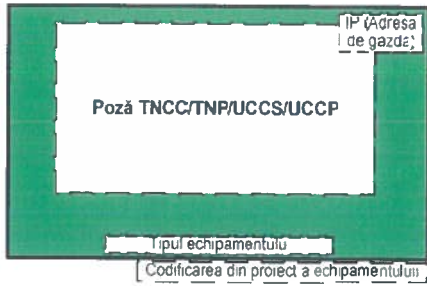
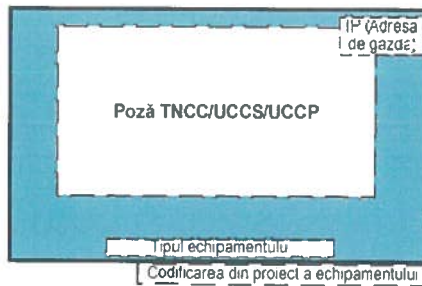
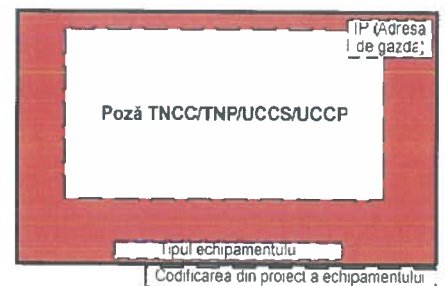

Fig. 7.124
Fig. 7.125
Fig. 7.126
- a. Colorarea dinamică a echipamentelor de tip TNCC/TNP/UCCS/UCCP în cele 3 stări: activă (fig. 7.124), rezervă (fig. 7.125), inactivă (fig. 7.126)